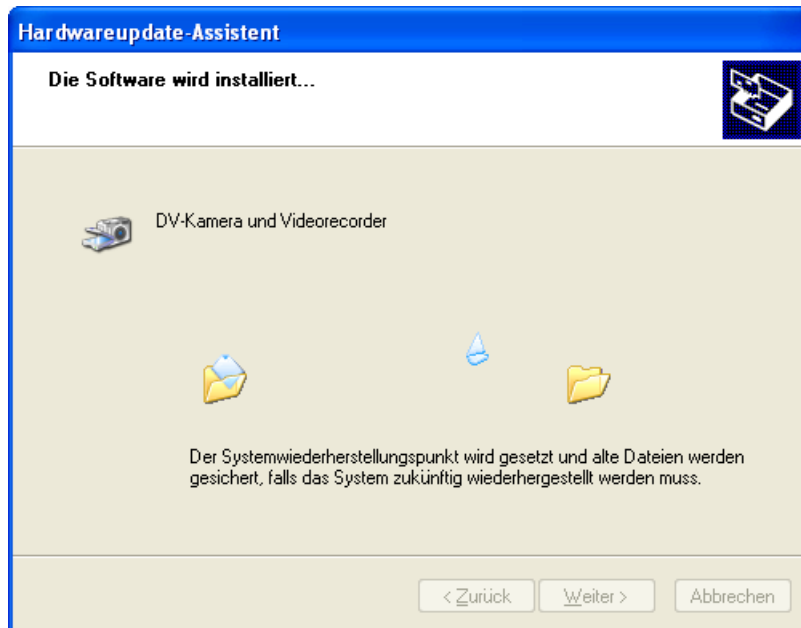

Abb. 125: Der Treiber wird nun installiert.
- Es erscheint eine letzte Warnung (Windows Logo-Test nicht bestanden), die Sie ebenfalls ignorieren. Klicken Sie auf **Installation fortsetzen**. Der Treiber wird nun installiert, währenddessen erscheint das folgende Fenster Abb. 125.